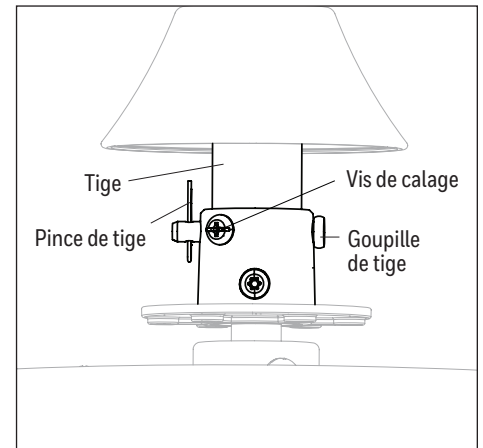

Figure 3.3
3. Glissez la tige dans le raccord de l'ensemble moteur. Alignez les trous et installez la goupille de tige et la pince de tige de l'ensemble de tige et fixez le tout à l'aide de deux vis de calage (Figure 3.3).